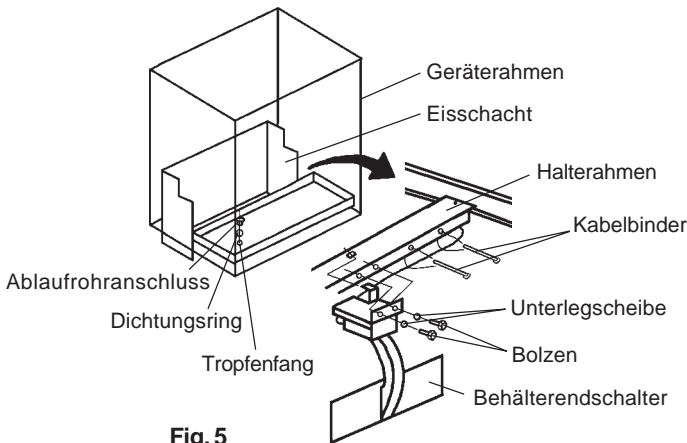

Fig. 5
- 6) Ablaufrohranschluss und Tropfenfang herausnehmen. Behälterendschalter mit den beiden mitgelieferten Schrauben und Unterlegscheiben am Halterahmen befestigen. Kabel des Behälterendschalters mit den beiden Kabelbindern befestigen. Den Eisschacht auf den Geräterahmen setzen und den Tropfenfang wieder in die richtige Position bringen. Siehe Abb. 5.